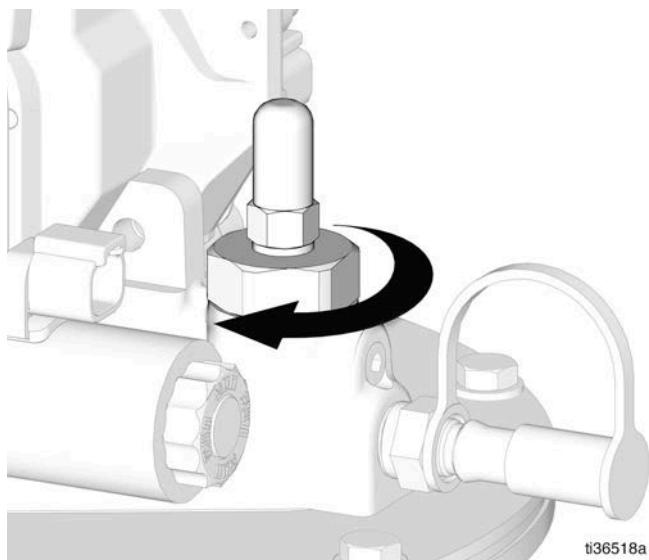

FIG. 7
7. Apriete el cartucho de desconexión de llenado automático Compact Dyna-Star (par 45-55 pies-lb/61-74.5 N•m) (FIG. 7).